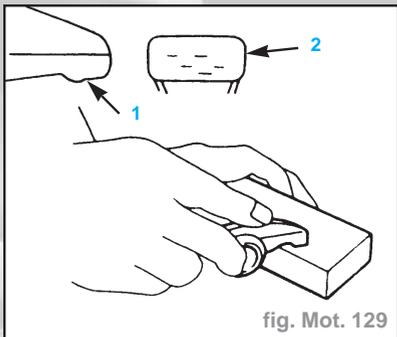

fig. Mot. 129
- Mesurer le diamètre intérieur des culbuteurs (1) à l'aide du comparateur d'alésage.
- Contrôler l'usure (1) et la formation de stries (2), éliminer une légère usure ou stries à l'aide d'une pierre à aiguiser (fig. Mot. 129).